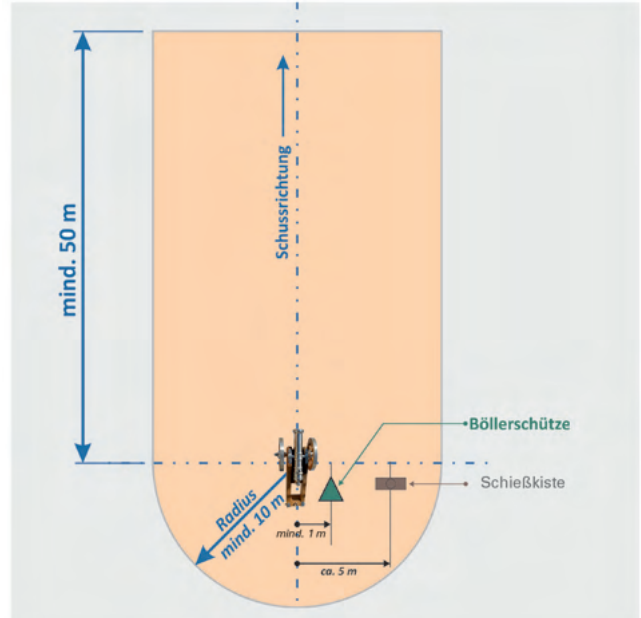

Abb. 38: Empfohlener Sicherheitsbereich Vorderladerkanone
- Sicherheitsbereich prüfen und festlegen (s. Abb. 38).